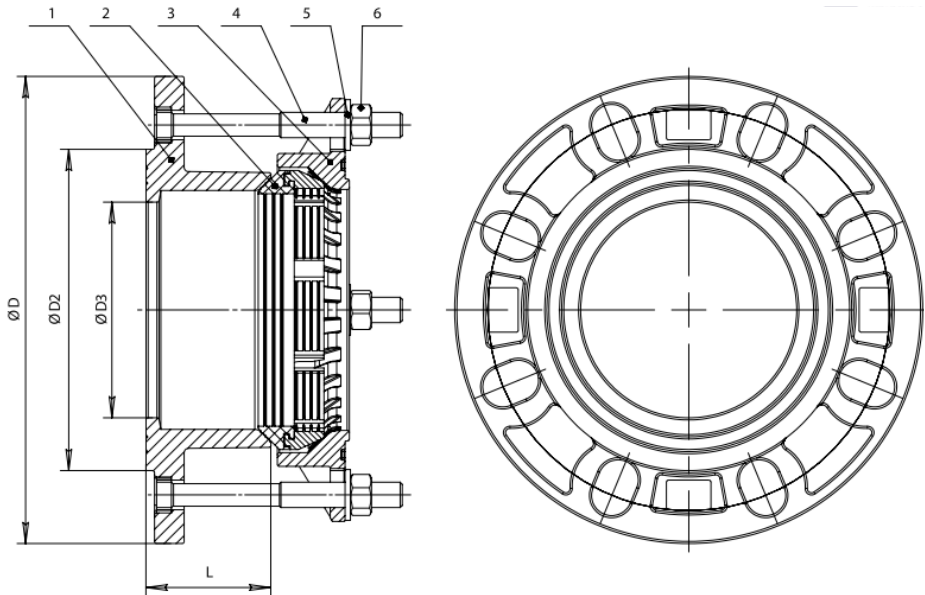

Рис.1
1.3.1. Основные элементы конструкции фланца приведены в табл.1, на рис.1.